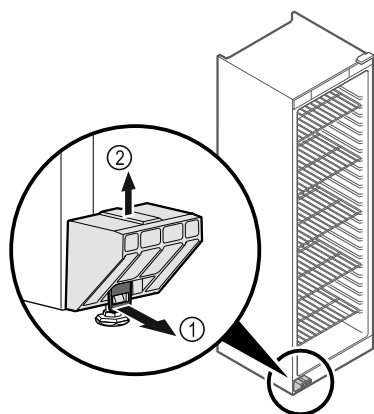

Fig. 6
- ▶ Potiahnite sponu Fig. 6 (1) dopredu.
- ▶ Vytiahnite prepravnú poistku Fig. 6 (2) nahor.